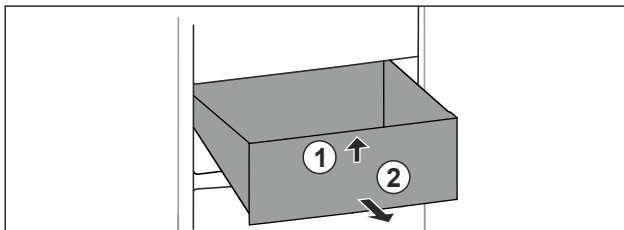

Fig. 64
- ▶ Levantar el cajón por delante. Fig. 64 (1)
- ▶ Extraer el cajón hacia adelante. Fig. 64 (2)